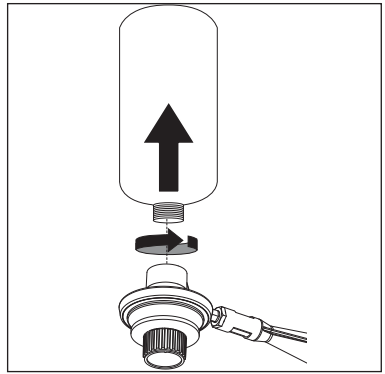

Figura 4
2. Gire el tanque de gas propano líquido en sentido contrario a las manecillas del reloj, hasta que se aloje (vea Figura 4).